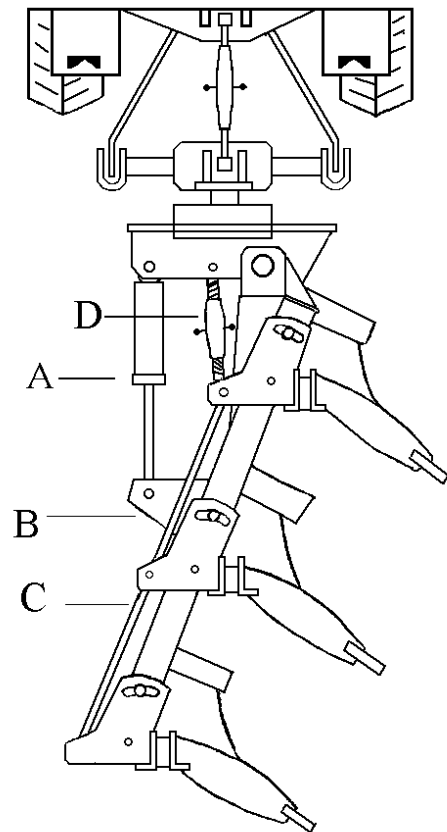

fig. 5
- Azionare la leva del distributore; conseguentemente il cilindro idraulico (A fig. 5) sposterà il telaio (B fig. 5) che, tramite i tiranti di collegamento (C-D fig. 5), trasmetterà il movimento agli altri supporti dell'aratro.
Se, durante l'aratura, si dovessero riscontrare degli sbandamenti laterali, dovuti alla non corretta linea di trazione tra aratro e trattore, è possibile eliminarli allungando o accorciando il tirante regolabile (D fig. 5).